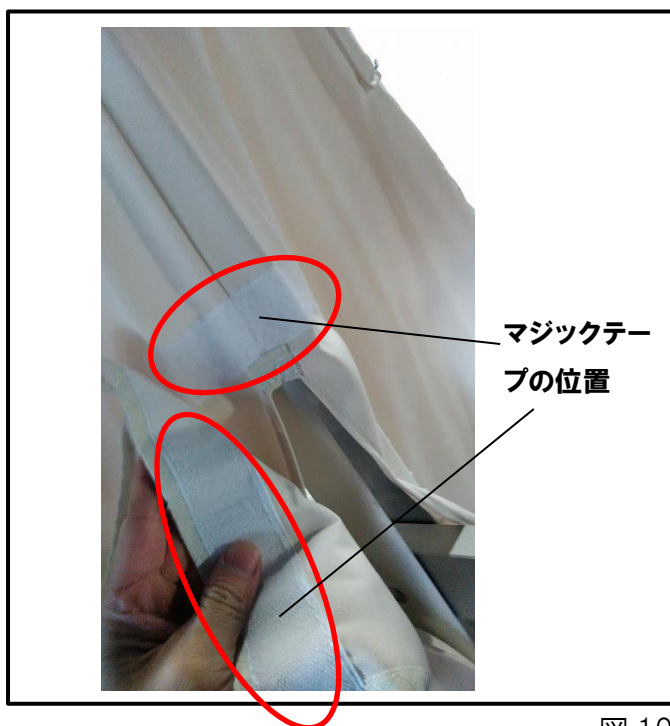

図.10
- ① 当て布（E）のマジックテープとパラソルのマジックテープの位置を確認して、しっかり止めて下さい。（図.10）